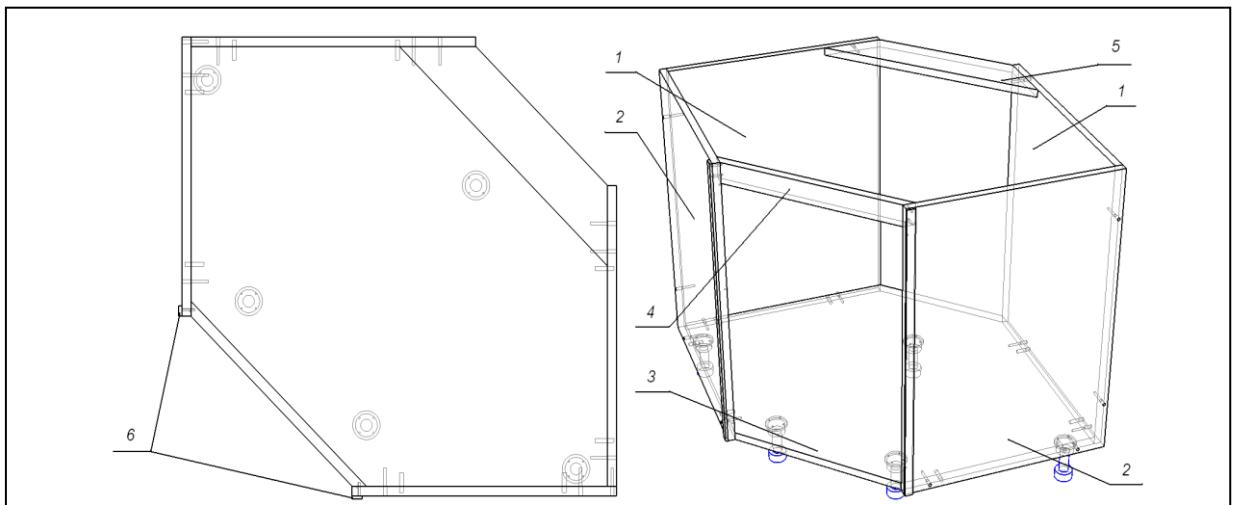

Рис. 40
3. Сборка корпуса мойки M04 (Рис. 40):